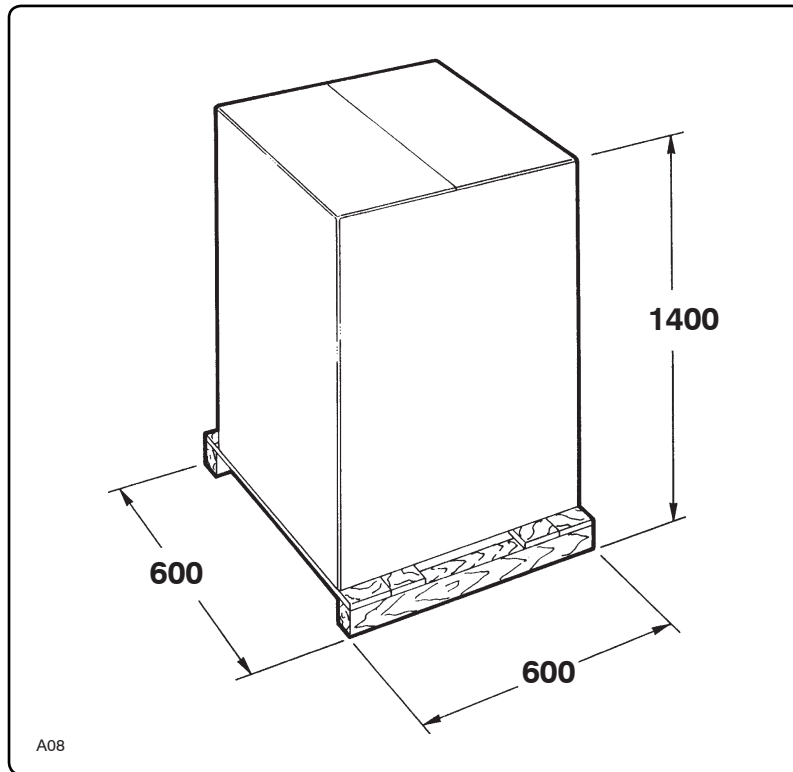

Fig. 4.2.1
L'aspiratore è fissato ad un bancale e ricoperto da un cartone (fig. 4.2.1).
*The vacuum cleaner is fixed to a pallet and covered by a box (fig. 4.2.1).*
L'aspirateur est fixé sur une palette et recouvert par un carton (fig. 4.2.1).
*Der Industriesauger ist auf einer Palette befestigt und mit einem Karton abgedeckt (Abb. 4.2.1).*